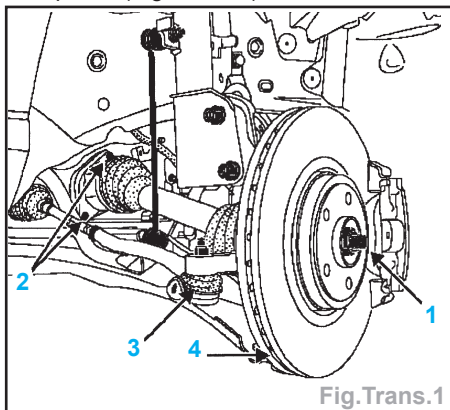

Fig.Trans.1
- Déposer (Fig.Trans.1) :
- Déposer l'écrou de transmission (1) (Fig.Trans.1).
- la rotule de biellette de direction (3) à l'aide de l'outil **T. Av. 476**,
- la rotule du bras inférieur (4).